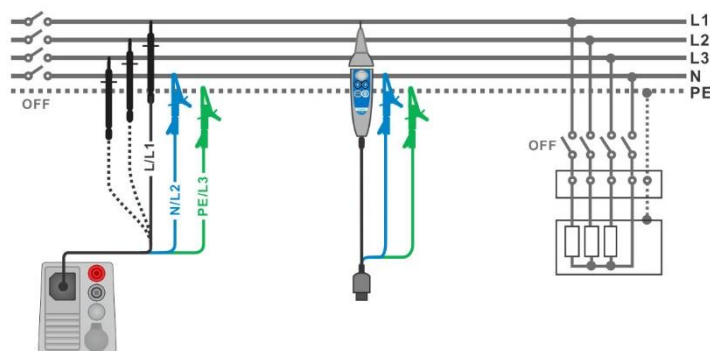

Abbildung 7.11: Anschluss des 3-adrigen Prüfleiters und der Commander-Prüfspitze
- › Schließen Sie die Prüflleitungen am Prüfobjekt an (siehe **Abbildung 7.11**). Die 3-adrige Standard-Prüflleitung, ein Schuko-Prüfkabel oder der Stecker/die Prüfspitze des Commander kann verwendet werden.